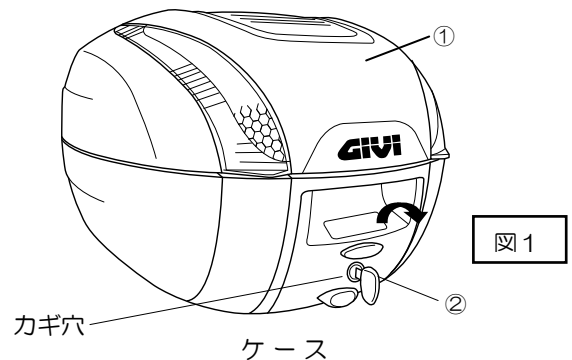

図1
1. ①ケースを開く
1-1. ①ケースのカギ穴に②キーを差し込みます。（図1 参照）